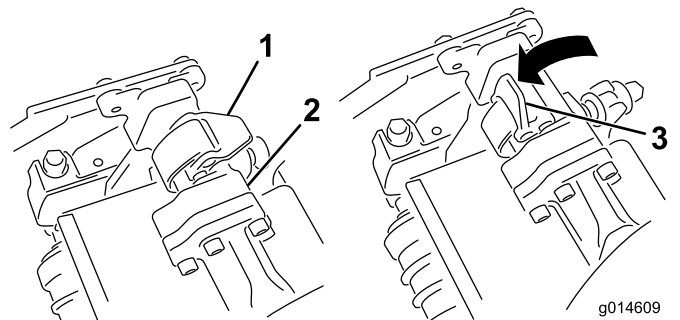
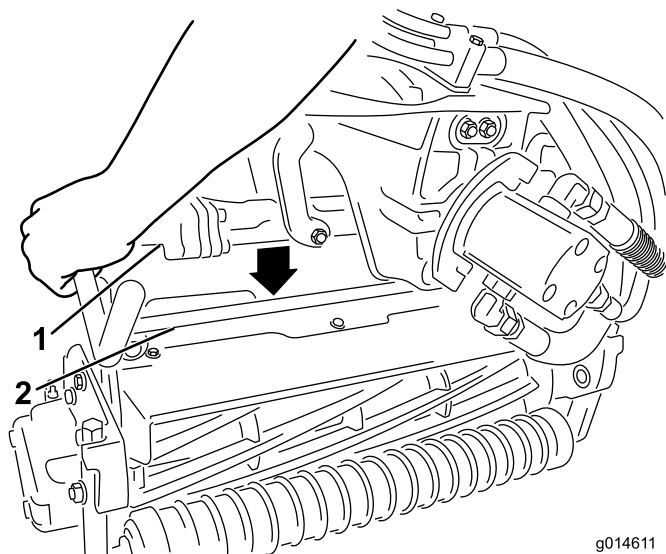

図 33
図 34
4. サスペンションアームのバーについているラッチを上向き開いた状態にして 図 33、サスペンションアームを押し下げて、バーを、カッティングユニットのバーの上に被せるようにする 図 34。
5. ラッチを下げて閉じるとカッティングユニットのバーがロックされてユニットがアームにセットされる 図 33。
5. 取り外したいCuttingユニットのサスペンションアームのバーについているラッチを開く 図 33。